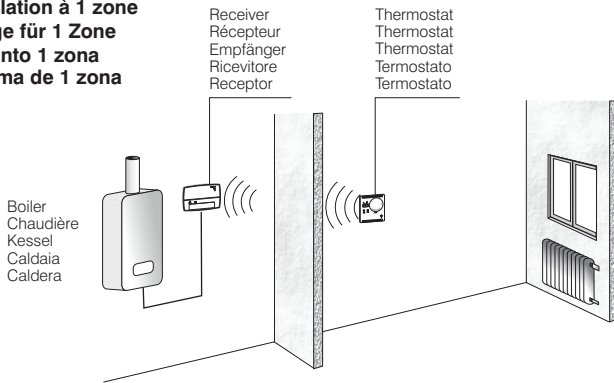

Fig. 3
A) Installation 1 zone (fig. 3) - composée de :